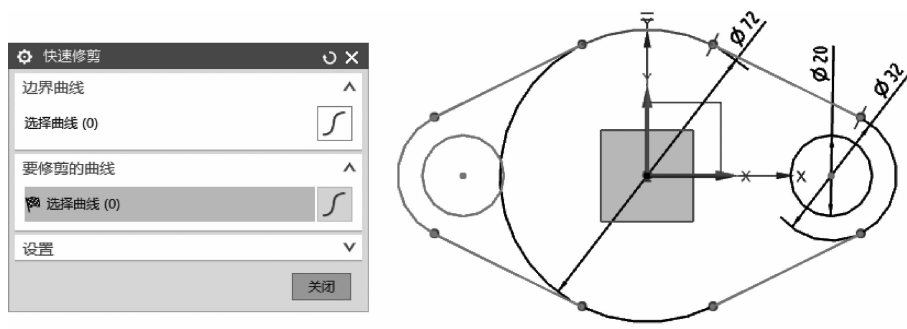

图 2-11 快速修剪线段
(6)在“草图”工具条中单击图标,弹出“快速修剪”对话框,快速修剪多余的线段,如图 2-11 所示。